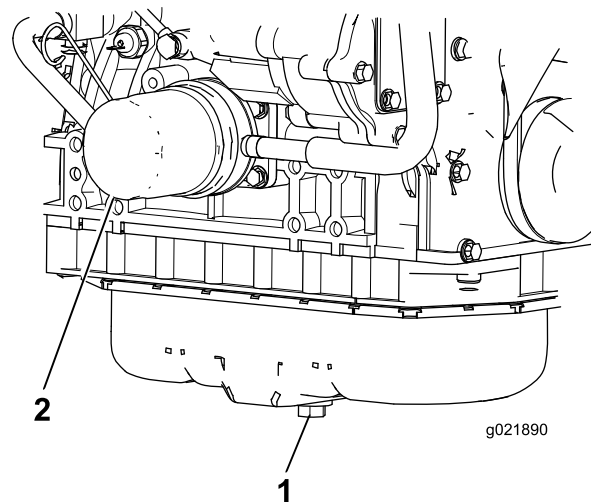

Figura 84
1. Retire o tampão de escoamento e deixe o óleo escorrer para um recipiente adequado (Figura 84).
3. Retire o filtro do óleo (Figura 84).